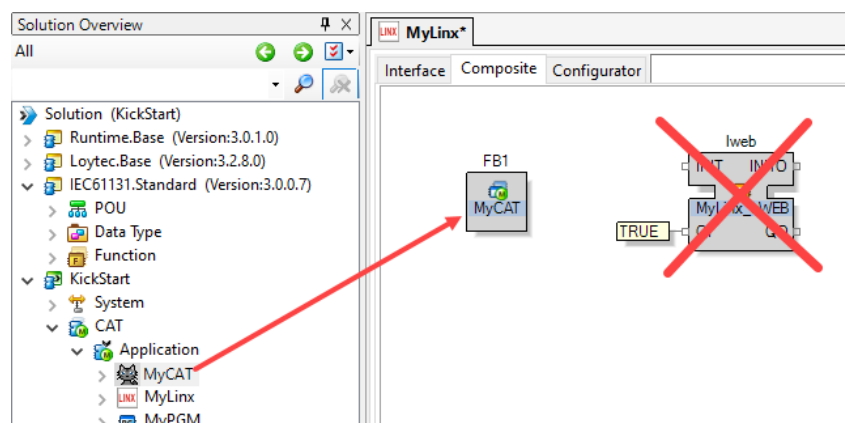

Abbildung 49: Erstellen einer CAT-Instanz am Geräte-CAT.
18. Öffnen Sie das Gerät ‚MyLinx‘ und gehen Sie zur Registerkarte **Composite**. Ziehen Sie ‚MyCAT‘ aus der Projektmappe auf die Registerkarte **Composite**, um eine CAT-Instanz zu erstellen (siehe Abbildung 49). Sie können den lweb-Block auch löschen, da er nicht benötigt wird.